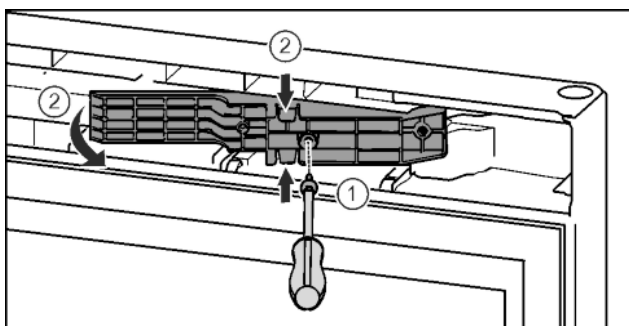

Fig. 16*
- ▶ Desfaceți șuruburile cu șurubelnița T15.* Fig. 16 (1)
- ▶ Scoateți adaptorul.* Fig. 16 (2)